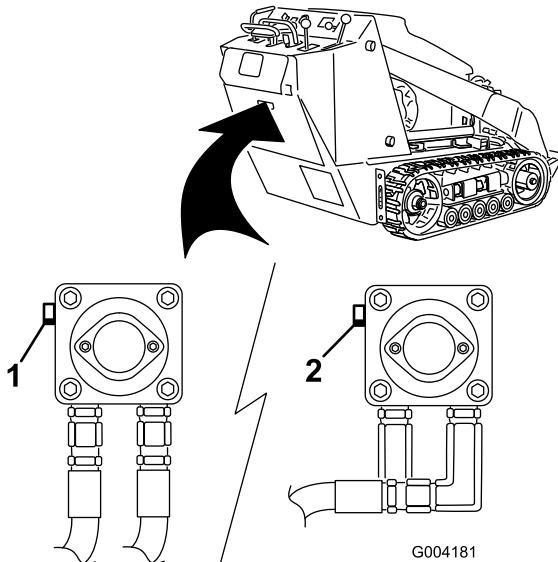

Рисунок 23
- Используя гаечный ключ, дважды поверните буксировочные клапаны на гидравлических насосах против часовой стрелки (Рисунок 23).